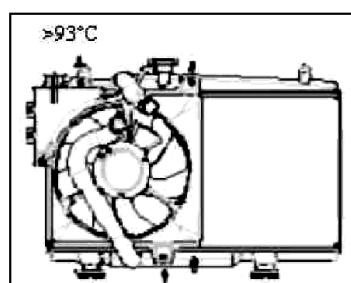

Рис. 123
(2) Проверьте вентилятор при высокой температуре, более 93°C (Рис.123):